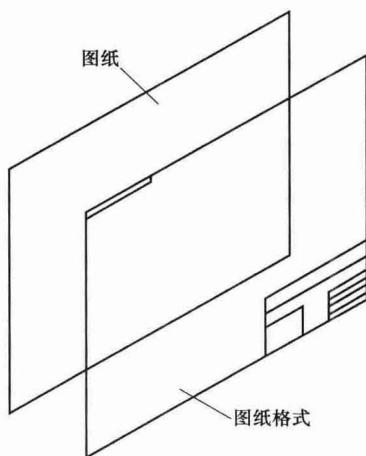

图 1-6 图纸和图纸格式
**2. 图纸格式** 图纸格式包括边框、标题栏和必要的文字。图纸和图纸格式如图 1-6 所示。